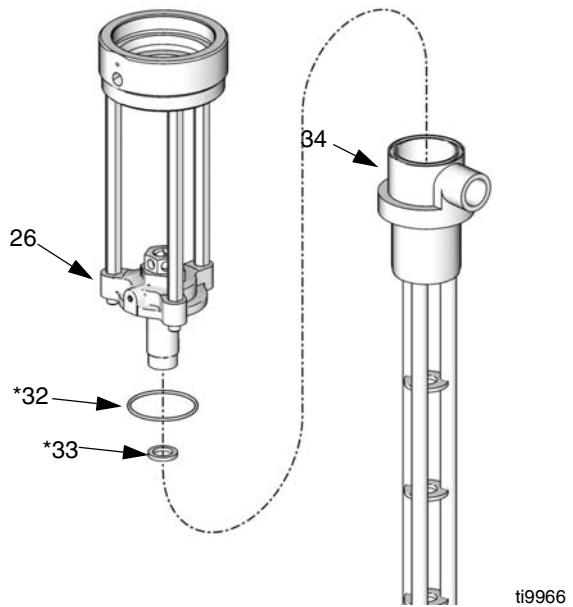

Рис.22
- 11 Снять крепежный фланец (26) с корпуса насоса (34). Снять уплотнительное кольцо (32\*) и
тефлоновую шайбу (33\*) с корпуса насоса (34). Осмотрите все детали на наличие повреждений. См. Рис.22.